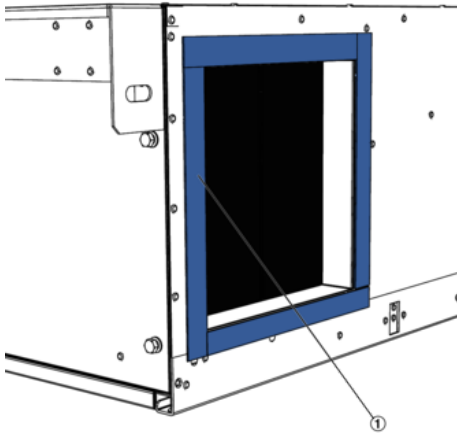

Abb. 24: Dichtung ankleben
3. ▶ An den beiden Luftanschlüssen, dass im Lieferumfang enthaltene Kompri-Dichtband (Abb. 24/1) aufkleben.